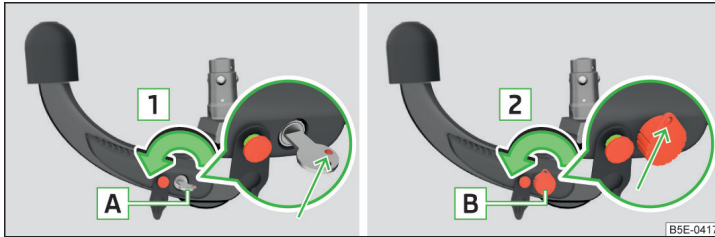

Abb. 296 1. Schritt: Schlüsselvariante 1 / Schlüsselvariante 2
- Den Schlüssel **A** in Pfeilrichtung **1** drehen, sodass dessen rote Markierung nach oben zeigt » Abb. 296.
- Den Schlüssel **B** in Pfeilrichtung **2** drehen, sodass die Schlüsselöse nach oben zeigt » Abb. 296.